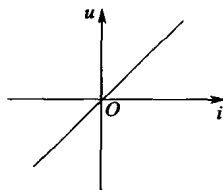

图 1.1-2
性质:①伏安关系符合欧姆定律 $u = Ri$ (或 $U = RI$)。特性曲线见图 1.1-2。
②是无源性耗能元件。消耗的功率